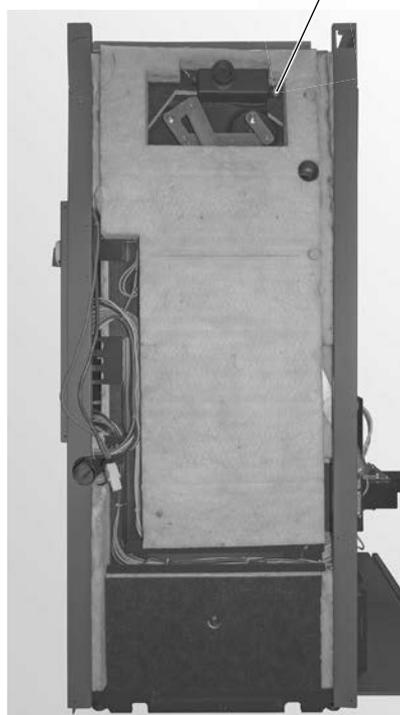
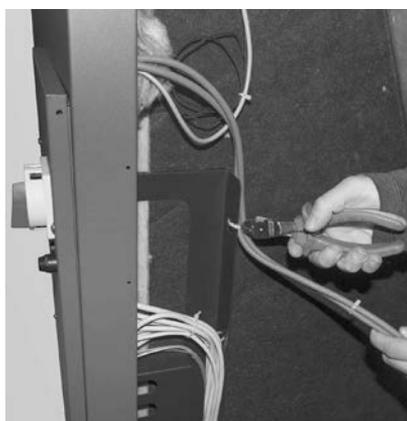

Fig. 59 Applicare l'isolamento della parete posteriore
Fig. 58 Staccare il cavo del ventilatore
- Applicare l'isolamento della parete posteriore in alto, con la superficie liscia rivolta verso la caldaia, e l'isolamento della parete posteriore in basso nella caldaia (Fig. 59), dapprima staccare il cavo del ventilatore dalla caldaia – Fig. 58.